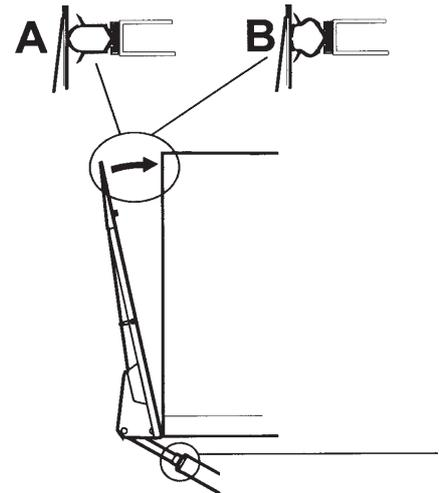

Abbildung 38. Einstellen der Anliegefläche am Aufbau
1. Die Ladebordwand gegen den Aufbau schließen, siehe Abbildung 38.